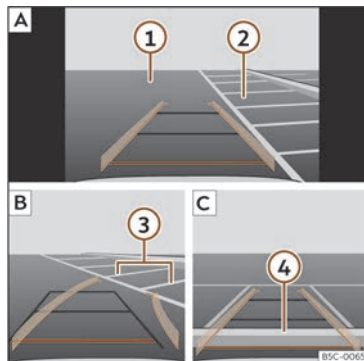

Fig. 155 Visualització a la pantalla del sistema d'Infotainment: aparcar amb l'assistent de marxa enrere.
Llegenda de la >>> **fig. 155:**
- Situeu el vehicle davant de l'espai d'aparcament >>> **fig. 155** **2** **A**.